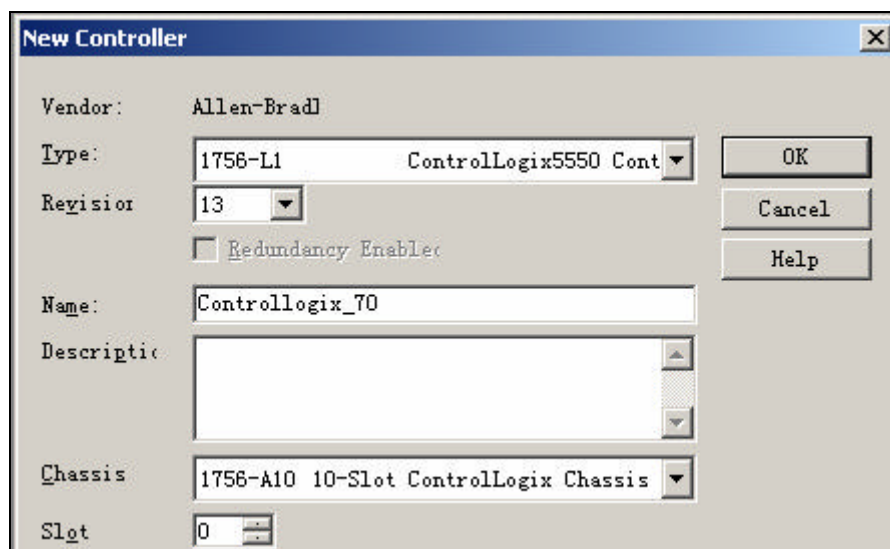

图 4-25 新建一个 ControlLogix5000 项目
21. 选择 *File->New* 或单击  按钮，创建一个新的项目。并在弹出的新建控制器项目对话框中设置如图 4-25 所示的参数。